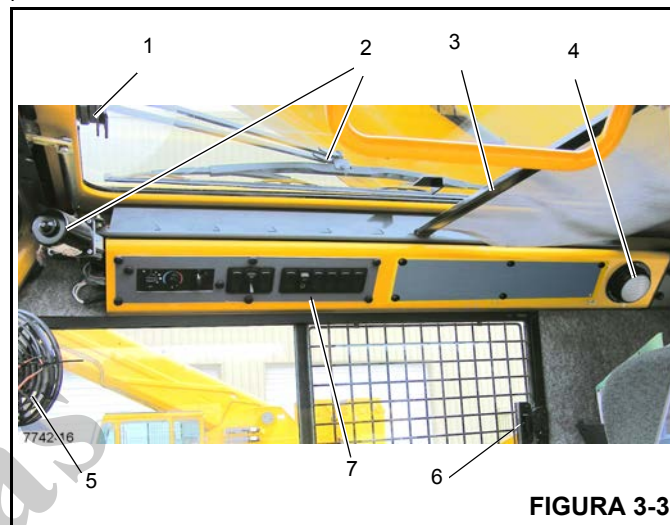
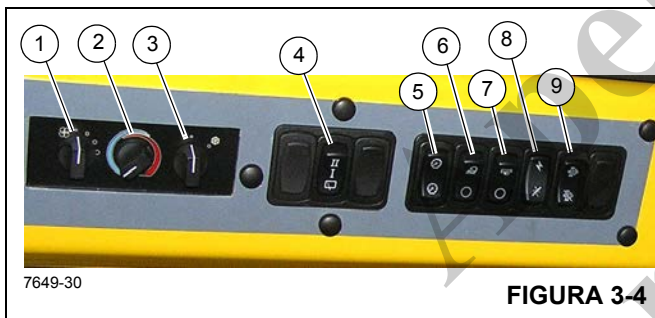

FIGURA 3-3
Figura 3-4 Números dos itens
A trava do teto solar (1, Figura 3-3) localiza-se na frente do teto solar. Aperte a trava e deslize a janela para trás para abrir. Para fechar, deslize a janela para trás até que a trava encaixe.
O limpador do teto solar (2, Figura 3-3) é controlado pela chave do teto solar, (4, Figura 3-4) e é operado pelo motor do limpador.
O protetor do teto solar (3, Figura 3-3) é usado para diminuir a incidência direta da luz do sol. O protetor é autorretrátil e pode ser ajustado para filtrar toda a luz ou ajustado para trás, encaixando-o nos entalhes existentes.
A luz de teto da cabine (4, Figura 3-3) localiza-se no canto traseiro direito do console do teto da cabine e ilumina a cabine. A luz de teto é controlada por uma chave na própria luz.
O ventilador de circulação da cabine (5, Figura 3-3) localiza-se no lado dianteiro esquerdo da cabine, acima da estrutura da janela. Uma articulação permite que o ventilador gire e uma chave em sua base controla a operação. A chave possui as posições ALTA, BAIXA e DESLIGADA.
A janela do lado direito da cabine pode ser aberta. Aperte a trava (6, Figura 3-3) para liberar e deslize para a frente. Para fechar, deslize a janela para trás até que a trava encaixe.
A chave do ventilador do aquecedor/ar-condicionado (1), (Figura 3-4) controla a rotação do ventilador da cabine. A chave de rotação do ventilador controla o volume de saída do ar aquecido (ou a saída do ar refrigerado) do ventilador. Os ajustes são OFF (Desligada), LOW (Baixa), MEDIUM (Médio) e HIGH (Alta).
A chave de controle do aquecedor (2) (Figura 3-4) controla a intensidade da temperatura de aquecimento. Gire a chave à direita (sentido horário) para abrir a válvula de aquecimento. (O calor é fornecido pelo fluido aquecido que passa pela serpentina do aquecedor). Gire a chave para a esquerda (sentido anti-horário) para fechar a válvula e interromper a vazão do fluido, diminuindo o aquecimento.
A chave do ar-condicionado (3) (Figura 3-4) controla a operação do sistema de ar-condicionado opcional. Os ajustes são OFF (Desligada) (O) e ON (Ligada) (I).
O limpador do teto solar acionado eletricamente é instalado para retirar a umidade do teto solar. O limpador do teto solar é controlado pela chave do limpador do teto solar (4) (Figura 3-4). É uma chave de 3 posições Desligada/Baixa velocidade/Alta velocidade.
A chave reguladora da luz do painel (5) (Figura 3-4) controla a iluminação dos controles do teto do aquecedor/ar-condicionado e do indicador de temperatura do óleo da transmissão (4) Figura 3-10. Pressione a chave para aumentar ou diminuir a iluminação do painel.
A chave das luzes de trabalho (6, Figura 3-4) controla as luzes de trabalho do guindaste montadas na parte inferior dianteira da cabine da superestrutura. Pressione a parte superior da chave para ligar as luzes de trabalho. Pressione a parte inferior da chave para desligar as luzes de trabalho.
A chave das luzes da lança (7) (Figura 3-4) localiza-se no painel lateral do mostrador. Esta chave de duas posições (ON/OFF) (Ligada/Desligada) controla a operação dos holofotes da lança. Pressione a parte superior da chave para ligar as luzes da lança, pressione a parte inferior da chave para desligar as luzes.
A chave de alimentação das funções do guindaste (8) (Figura 3-4) localiza-se no painel lateral do mostrador. Esta chave de duas posições ON/OFF (Ligada/Desligada) permite que o operador desligue a energia das funções do guindaste acionadas pelos controladores remotos hidráulicos localizados nos apoios de braço. Posicionar a chave em OFF (Desligada) evita a operação acidental das funções devido a solavancos nos controladores durante um trajeto ou qualquer outra operação. Com a chave na posição Desligada, evita-se também a operação do guincho de alta velocidade.
A chave de limpeza do sistema de escape (9) Figura 3-4 localiza-se no lado direito do painel de controle do teto. Esta chave possui três posições: Inibir limpeza/permitir limpeza/iniciar limpeza. Pressione esta chave para iniciar a limpeza do sistema de escape ou para desativar a limpeza do sistema de escape: